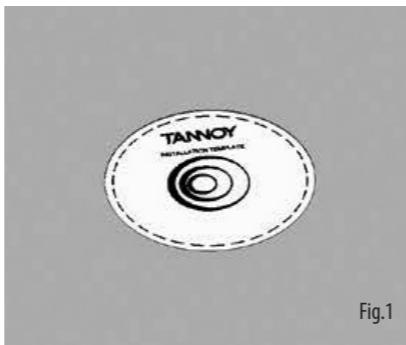

Fig.1
1. 提供されたテンプレートの周りをトレースして、天井の切り欠き領域に印を付けます。(図1)